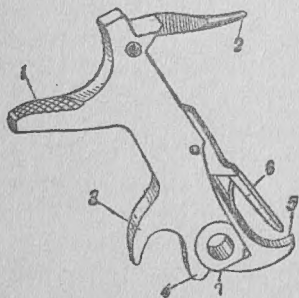

Рис. 12. Курок:
**13. Курок** (рис. 12) служит для разбивания капсюля патрона; он вращается на соске рамки.